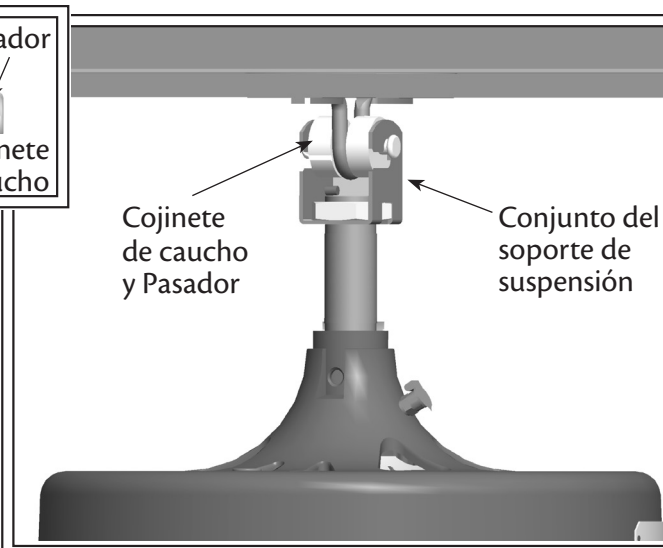

Fig. 7b
10. Levante el ventilador por la caja del motor y enganche el soporte de suspensión en el pasador en el casquillo de caucho. Asegúrese que ambos extremos del pasador están fuera del soporte de suspensión (vea la Fig. 7b).